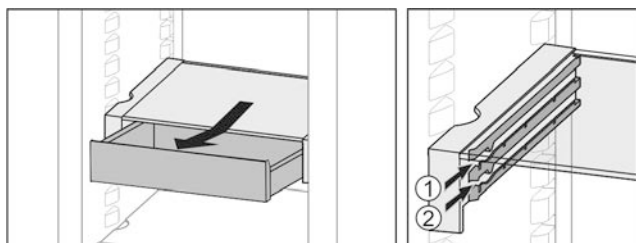

Fig. 18
- ▶ На любой высоте Fig. 18 (1) или Fig. 18 (2) вставить.